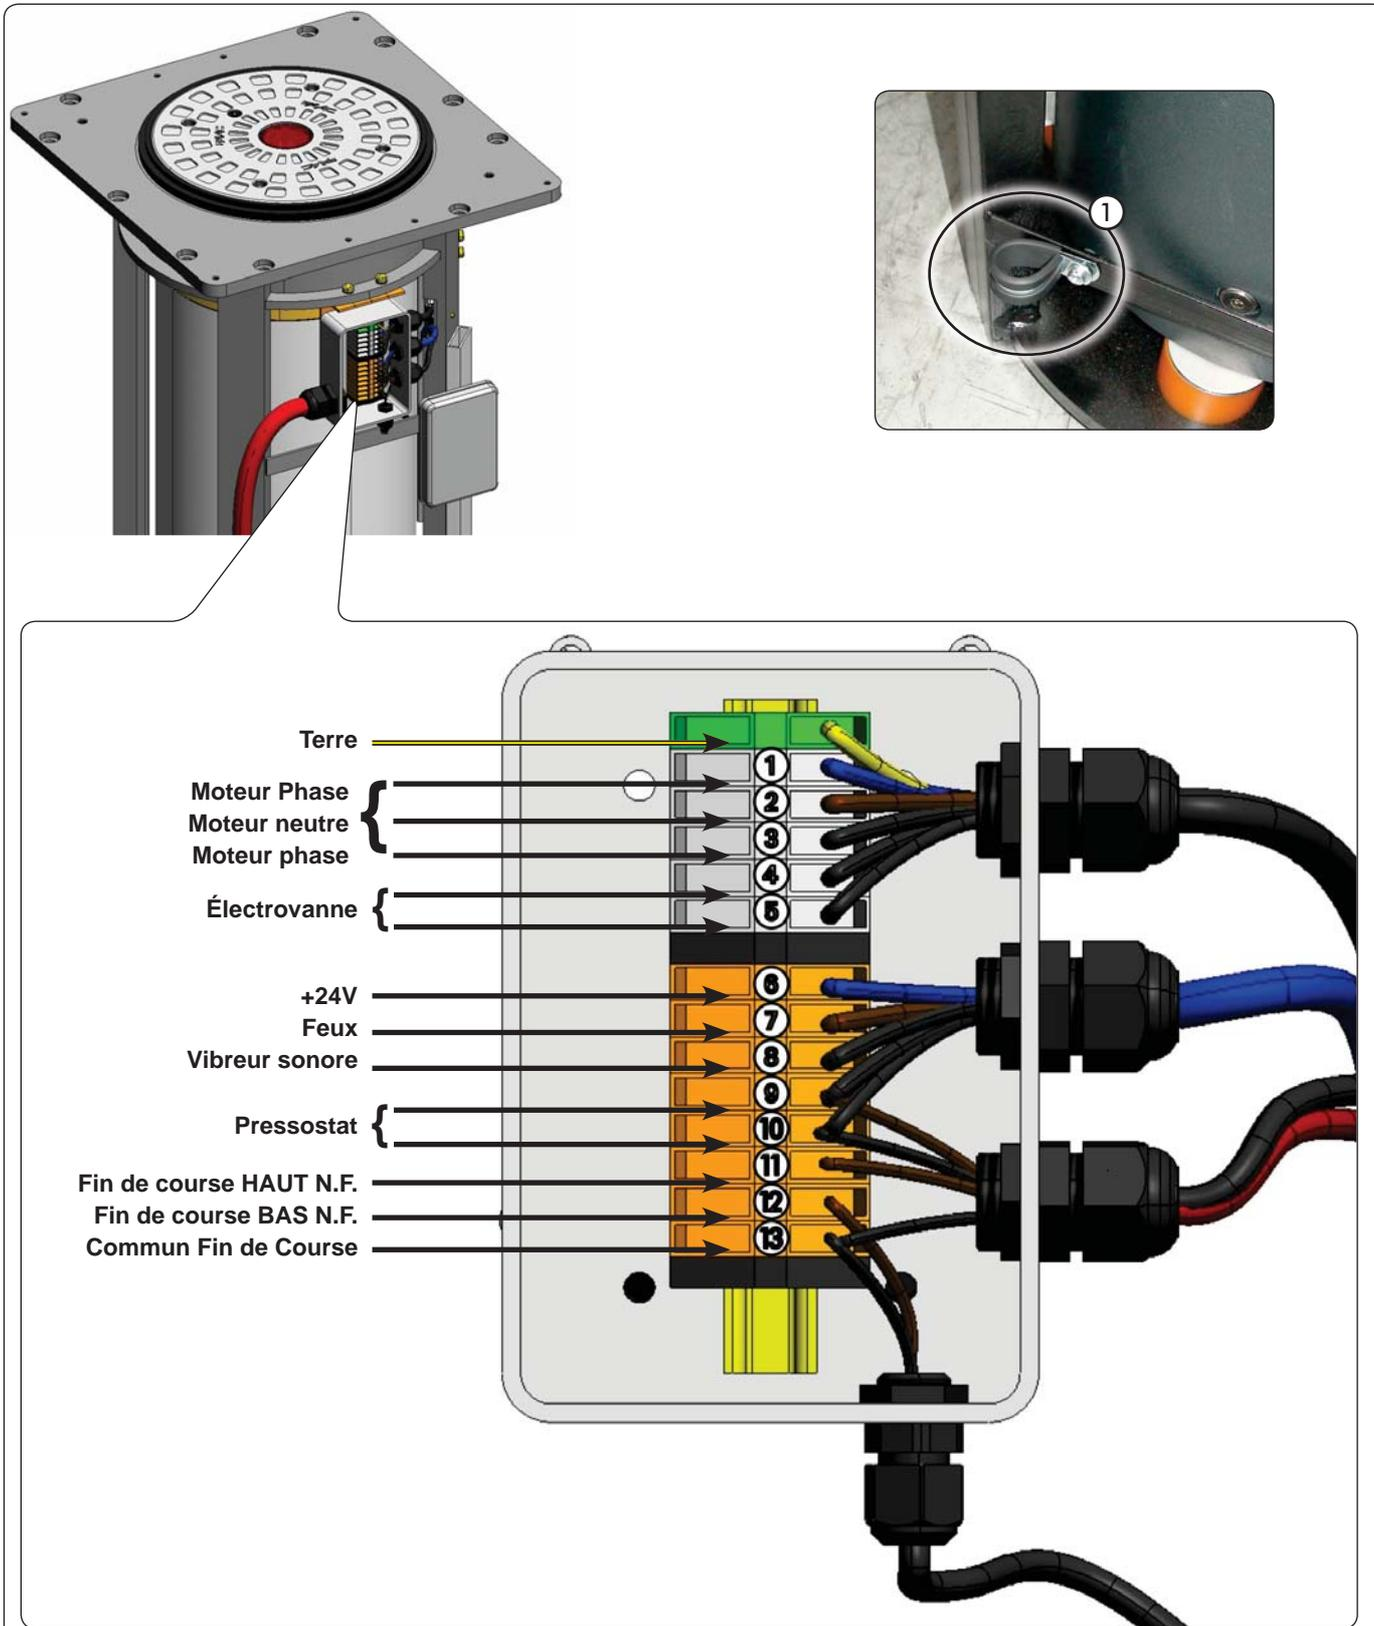

Fig. 7
Pour raccorder la borne à l'unité de gestion, utiliser un câble multipolaire de type **FG7OR-0,6/1kV-16G1,5 (16 câbles de 1,5mm2) d'une longueur maximale de 50 mètres**. Ce câble doit être posé à l'intérieur d'une gaine Ø 45mm, fixé au serre-câble spécifique présent dans la partie inférieure du châssis (fig. 7 réf. ①) et il doit sortir du puisard d'1,2 m pour la version H600 et de 1,6 m pour la version H800.